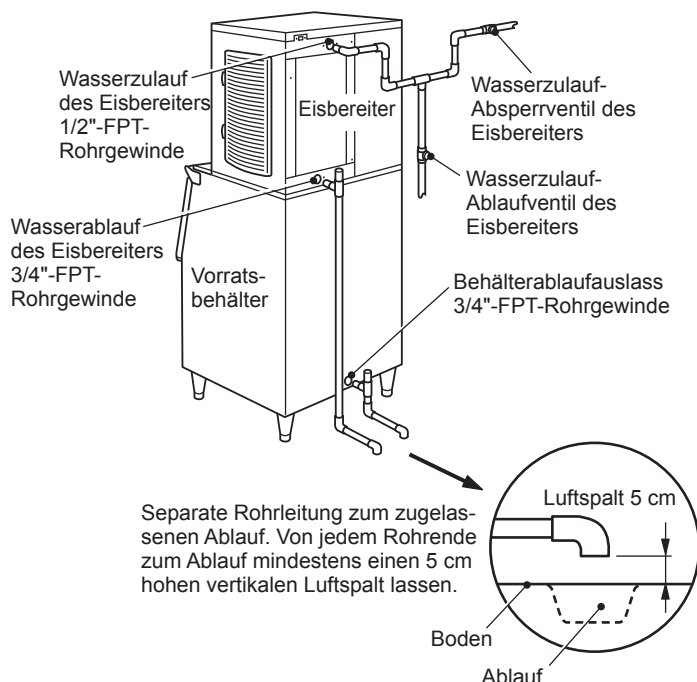

Abb. 6
- * Für den einwandfreien Ablauf ist ein belüftetes T-Stück erforderlich. Siehe Abb. 6.
- * Die Eisbereiter-Ablaufleitung muss separat von der Ablaufleitung des Eisvorratsbehälters/Eisspenders geführt werden. Siehe Abb. 6.